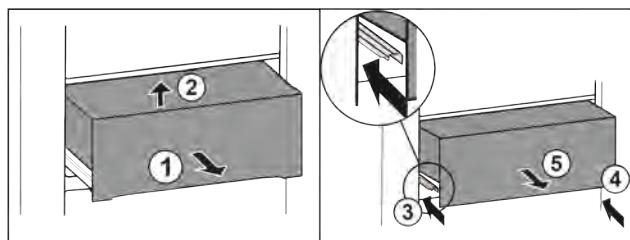

Fig. 30
► Вытяните выдвижной ящик наполовину Fig. 30 (1).
► Приподнимите спереди Fig. 30 (2).
► Вставьте левую направляющую Fig. 30 (3).
► Вставьте правую направляющую Fig. 30 (4).
► Извлеките выдвижной ящик движением вперед Fig. 30 (5).